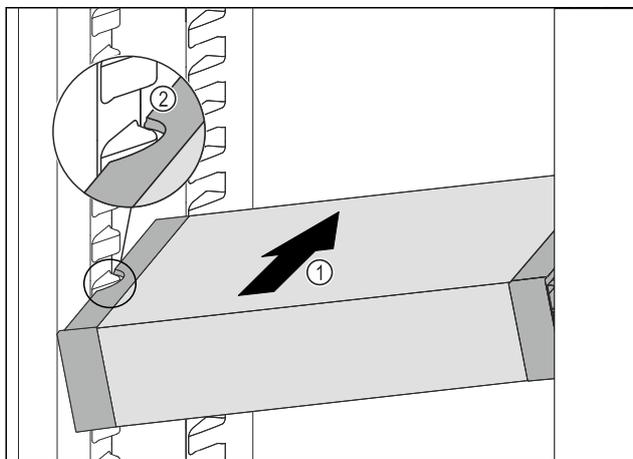

Fig. 37
- ▶ Вдвигайте VarioSafe под наклоном в холодильное отделение Fig. 37 (1), пока боковые выемки Fig. 37 (2) VarioSafe не окажутся на высоте выступа резервуара в холодильном отделении.